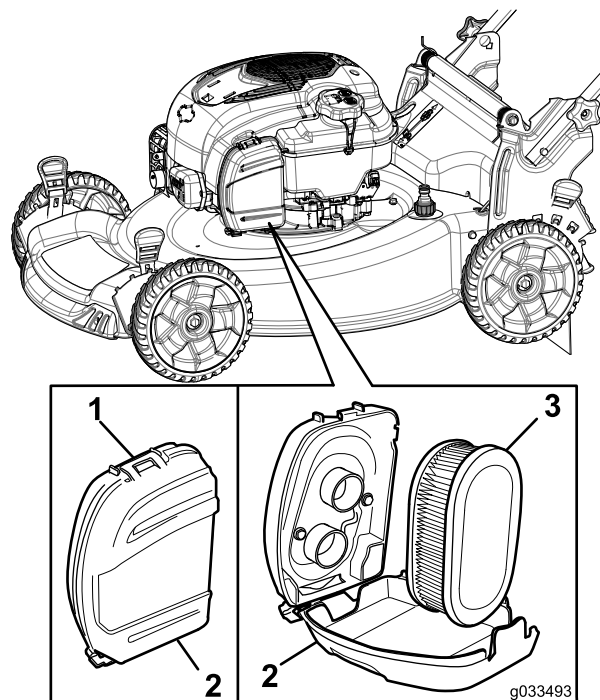

Figure 30
1. Déclipsez le haut du couvercle du filtre à air (Figure 30).
2. Retirez le filtre à air (Figure 30).